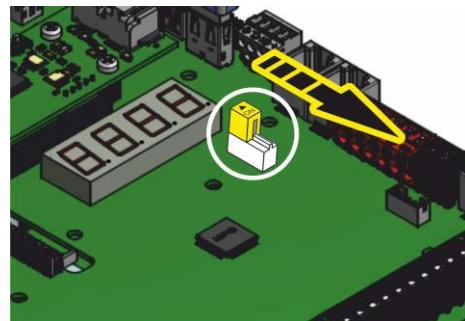

Abbildung 5: Umschalten auf Bedieneinheit TST UTH
1. Gelben Schalter nach unten schieben (siehe Abbildung 5).